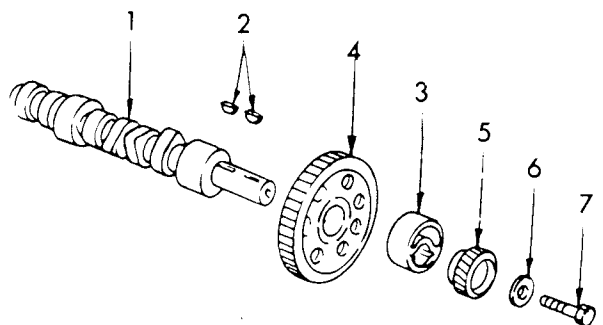

Bild 27 Ansicht der Teile auf der Vorderseite der Nockenwelle.
- Beide Kettenräder zusammen mit der Steuerkette auf die Wellen aufschieben. Exzenter für den Kraftstoffpumpenantrieb und das Antriebsrad für den Zündverteiler auf die Vorderseite der Nockenwelle montieren. Die Teile der Nockenwelle sind in Bild 27 gezeigt.